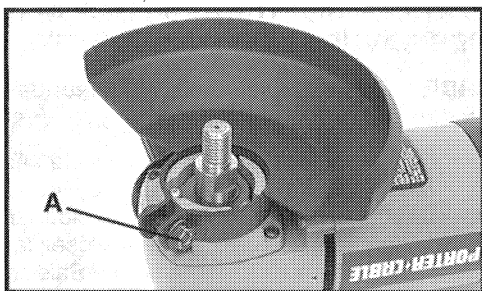

Fig. 4
3. Placez le collier du protecteur de sécurité sur le moyeu du carter d'engrenages de la rectifieuse (voir Fig. 4).
5. Serrez fermement l'écrou de serrage (A) Fig. 4.